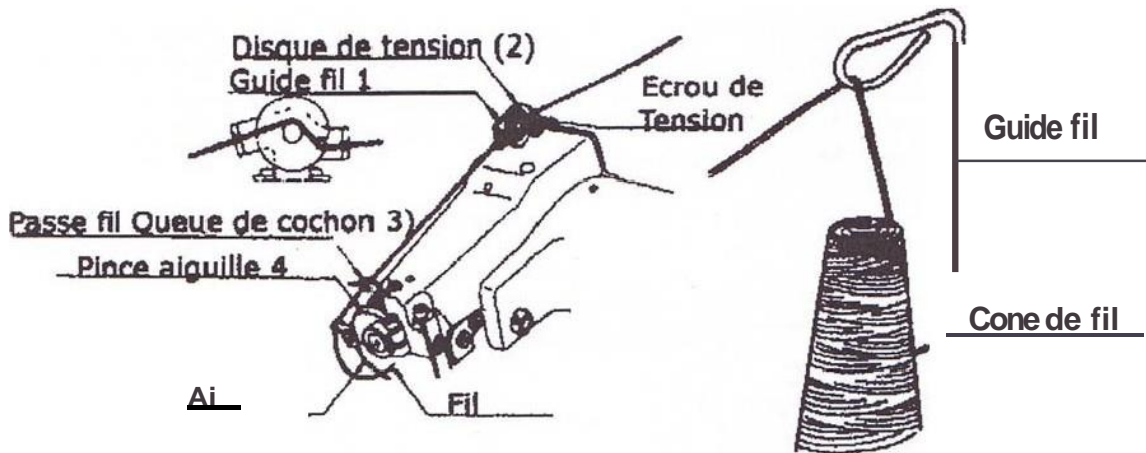

Figure 9
5. Enfilage (Fig. 9 à 12)
A. En cas d'utilisation de cône de fil, le placer sur le centreur plastique (Fig. 9)
C. Pour réaliser un enfilage correct, suivre exactement le trajet du fil suivant figure 9.
Après le guide fil, et avant de passer le fil dans le système de tension, le passer avant dans le trou à l'arrière du guide fil (1), ensuite passer le fil entre les deux disques de tensions comme indiqué figure 9, puis passer le fil dans le trou avant du guide fil et enfin dans le guide fil du porte aiguille (4).